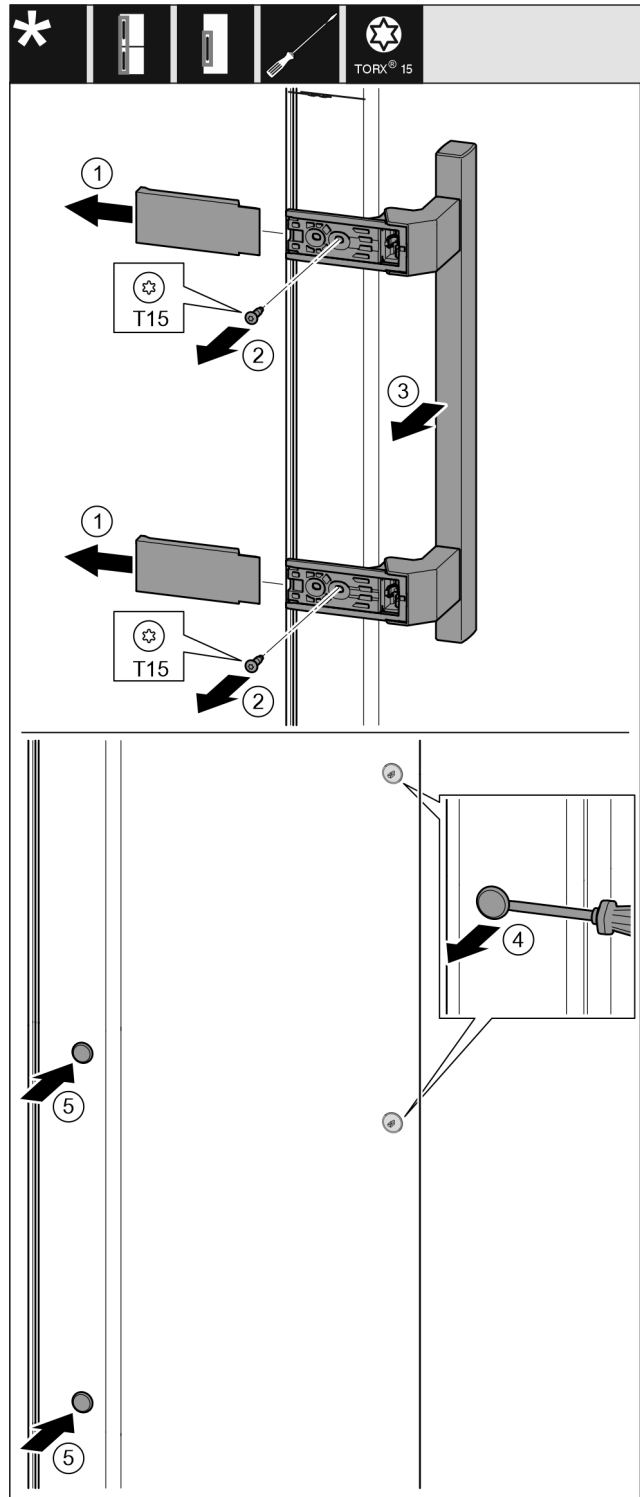

Fig. 14
- ▶ Húzza le a fedelet. Fig. 14 (1)
- ▶ Csavarja ki a csavarokat a Torx 15 csavarhúzóval. Fig. 14 (2)
- ▶ Vegye le a fogantyút. Fig. 14 (3)
- ▶ Óvatosan emelje meg az oldalsó dugókat egy lapos csavarhúzóval, és húzza ki őket. Fig. 14 (4)
- ▶ Helyezze be a dugókat a másik oldalon. Fig. 14 (5)